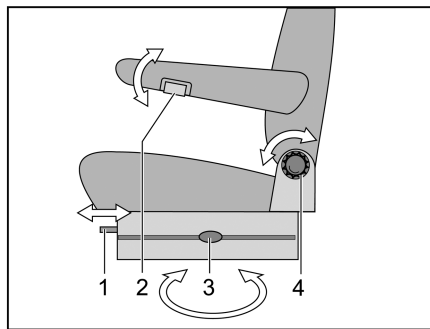
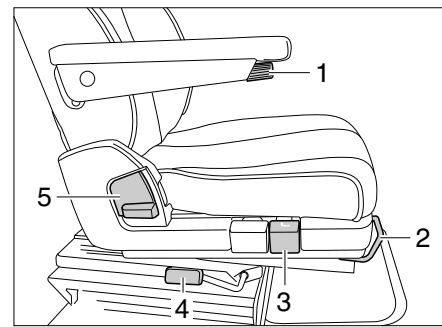

Bild 69 Fahrersitz und Beifahrersitz (Aguti)
Bild 70 Fahrersitz und Beifahrersitz (ISRI)
- Den Hebel (Bild 69,3 bzw. Bild 70,4) zum Drehen des Sitzes drücken oder ziehen. Der Sitz wird aus der Arretierung gelöst.